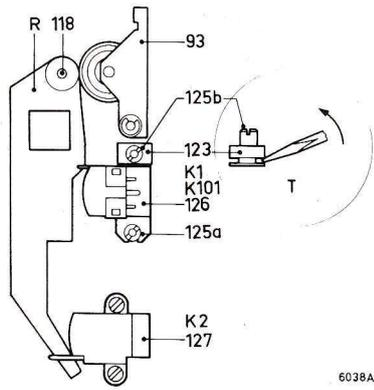

Fig. 8
### 1. Réglage de la tête reproduction 126 (fig. 8)
- Placer le gabarit R (4822 402 60245) sur le cabestan 118 (fig. 8)
- Lorsque la tête reproduction se trouve dans la bonne position, le gabarit R glissera exactement entre les deux guide-bande des deux têtes. Le réglage à la verticale de la tête de repr. se fait par l'écrou 125b et la position à horizontale s'obtient en pliant le bloc 123 (fig. 8 -T).